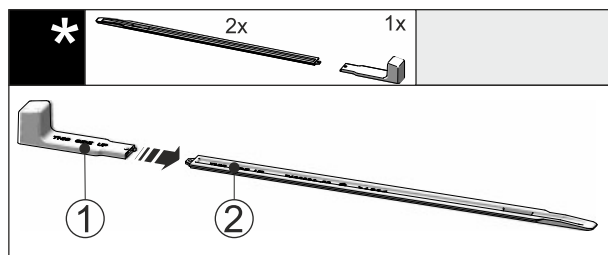

Fig. 47
- ▶ Nasuňte montážnu rukoväť Fig. 47 (1) na nivelačnú koľajničku Fig. 47 (2).